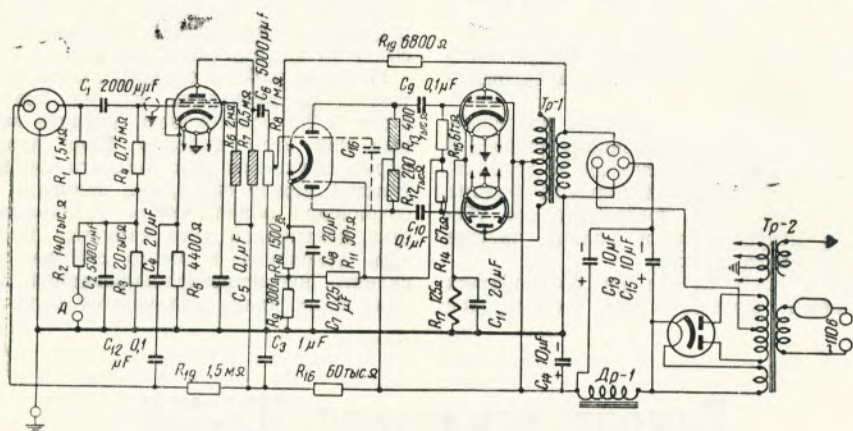

Рис. 1. Принципиальная схема усилителя ПУ-156 (схема № 5А)
1) увеличение сопротивления экранирующей сетки первого каскада ($R_6=2 \text{ мгом}$), анодной нагрузки этого же каскада ($R_7=0,5 \text{ мгом}$), анодных нагрузок второго (инверсного) каскада (R_{12} и $R_{13}=0,2 \text{ мгом}$). Эти сопротивления в принципиальной схеме заштрихованы (рис. 1).